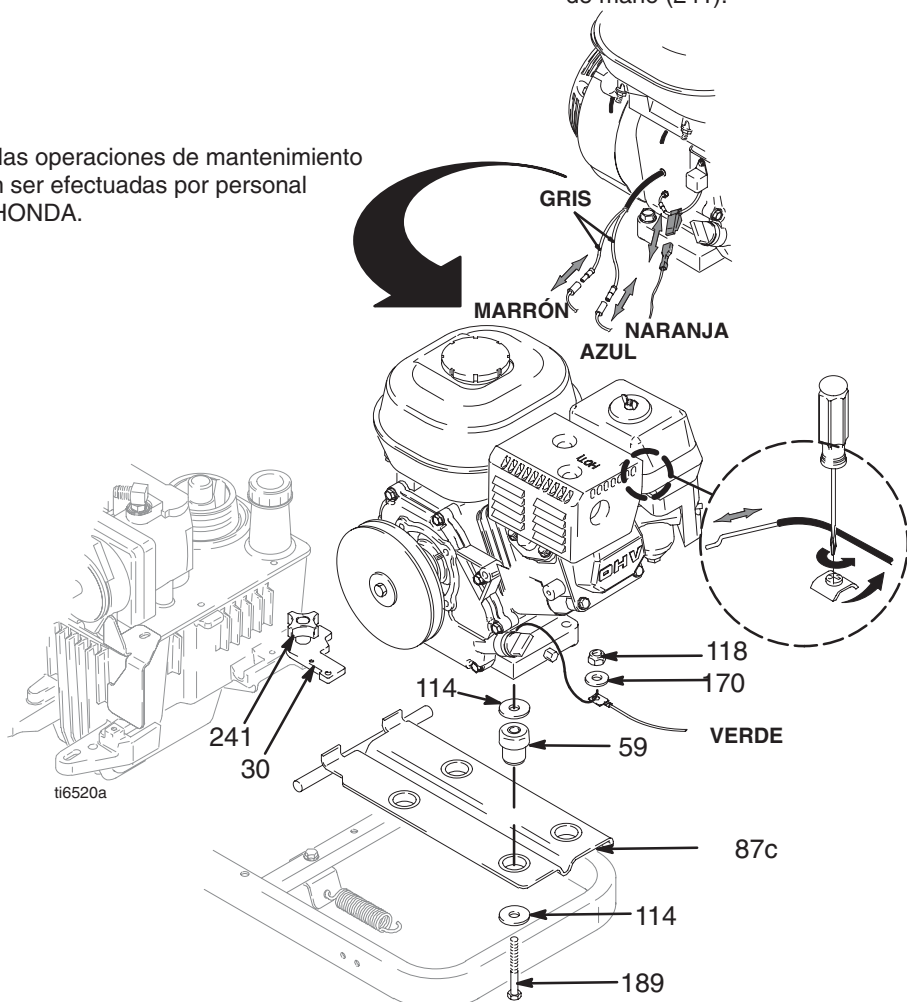

Fig. 6
4. Afloje la tuerca de mano (241). Saque el soporte (30).
5. Fig. 6. Desconecte los hilos conductores azul, marrón y naranja del motor (185).
7. Retire los cuatro tornillos (189), las arandelas (114), las arandelas (170) y las tuercas (118) y retire la placa del balancín, los amortiguadores (59) y las arandelas (114) del motor.